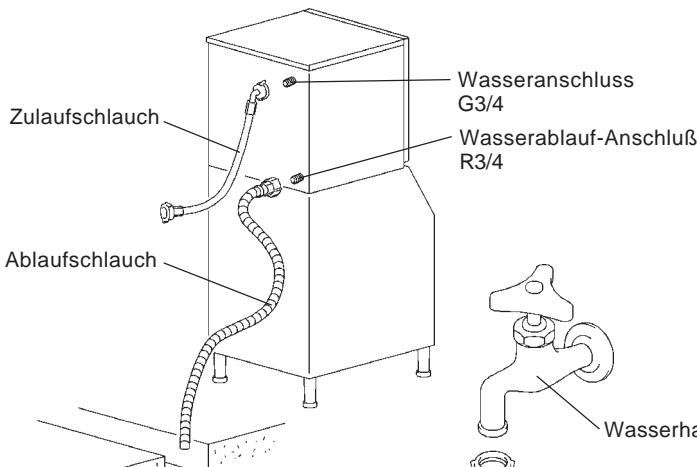

Abb. 7
1) Abgewinkeltes Ende des weißen, flexiblen Zulaufschlauchs (Zubehör) auf den G3/4-Anschluß an der Rückseite des Eisbereiters aufstecken. Dabei darauf achten, daß die Gummidichtung richtig liegt. Per Hand anziehen, bis die Verbindung dicht ist (Abb. 7).